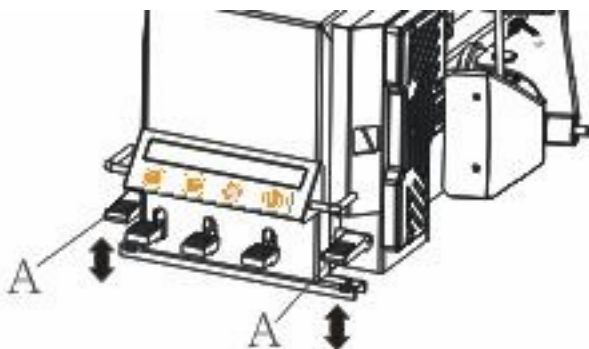

Fig.19
• Appuyez sur la pédale A (comme fig.19) de la commande du plateau, le plateau tournant vers la droite, continuez jusqu'à ce que le bord du pneu soit complètement retiré de la jante.
• Pour les profil de pneus très dur et pneus bas, le bord du pneu peut facilement à glisser en dehors, pour éviter cela, avant de tourner vers le plateau tournant, il est possible de tourner légèrement dans sens anti-horaire de 1-2 mm en levant la pédale A. Si le processus de démontage se bloque, arrêtez la rotation du plateau autour, puis levez la pédale A (fig. 19), afin de laisser tourner le plateau dans le sens anti-horaire.